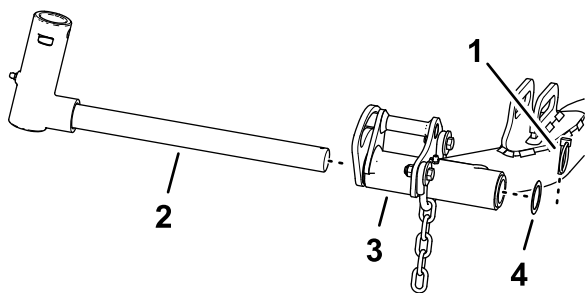

Рисунок 27
1. Снимите шплинт с кольцом и шайбу крепления оси поворота подъемного рычага к подъемному рычагу и сдвиньте ось поворота с подъемного рычага (Рисунок 27).